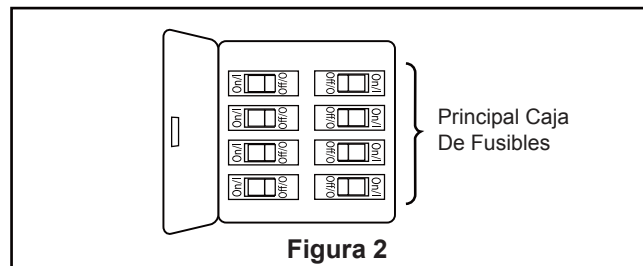

Figura 2
- ☐ **2.** Restaure la fuente de alimentación de la toma de corriente enciendo la electricidad del fusible principal. (Figura 2)